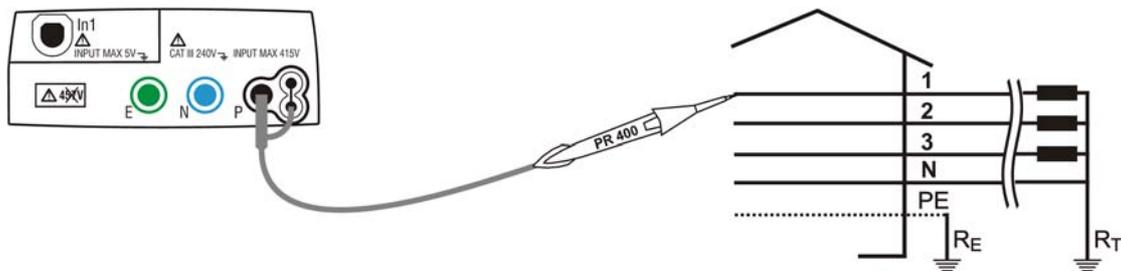

Fig. 24: Verifica del senso ciclico delle fasi ad un terminale, connessione fase 1
3. Inserire i connettori blu e nero dei cavi singoli nei corrispondenti terminali di ingresso dello strumento N, P. Inserire all'estremità dei cavi rimasta libera i corrispondenti coccodrilli o puntali. Eventualmente utilizzare il puntale remoto inserendone il connettore multipolare nel terminale di ingresso P. Connettere i coccodrilli, puntali od il puntale remoto alla rete elettrica in accordo alle Fig. 24 e Fig. 25.